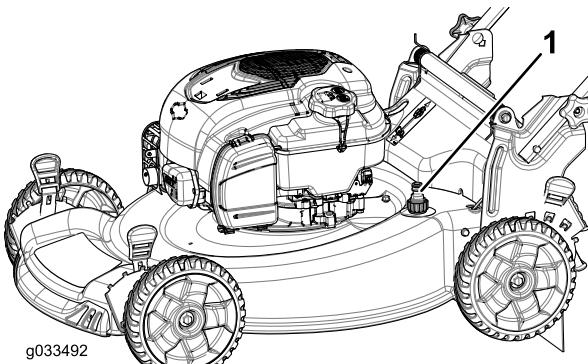

Figura 39
5. Collegate una canna da giardino al rubinetto dell'acqua e al foro di lavaggio (Figura 39).